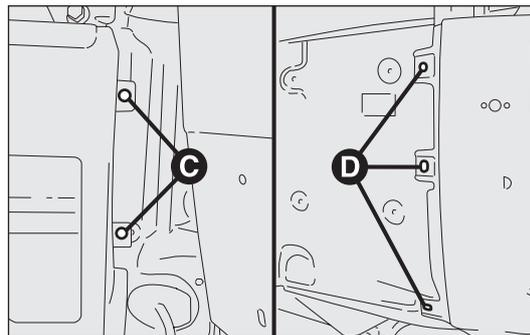

fig. 194
- svitare i due fissaggi C-fig. 194 lato porta battente posteriore reperibili aprendo leggermente la porta;
- svitare i tre fissaggi laterali D sul lato fiancata, reperibili dopo aver rimosso la modanatura laterale fig. 194. Per smontare la modanatura occorre svitare le tre viti autofilettanti inferiori e staccare con prudenza i pinetti a scatto per evitare di romperli. In caso di rottura di uno o più pinetti è necessaria la loro sostituzione;